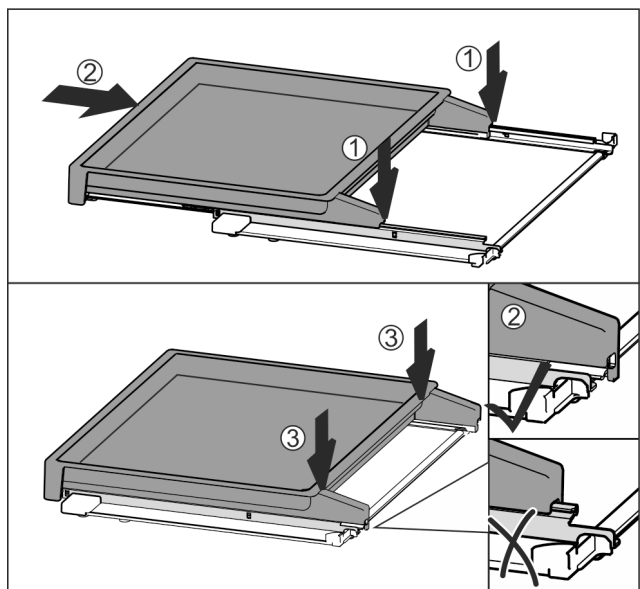

Fig. 79
- ▶ Colóquelo centrado sobre los rieles Fig. 79 (1).
- ▶ Introduzca por completo el estante extraíble Fig. 79 (2).
- ▶ Presione en el lado trasero hasta que encaje de forma perceptible Fig. 79 (3).